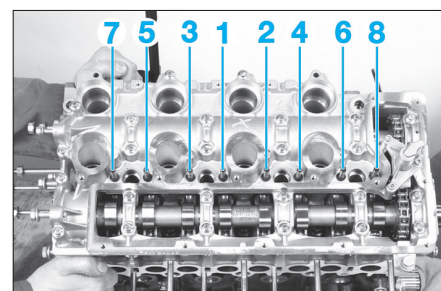

Fig. 59
- Poser les colonnettes de fixation des injecteurs et les serrer dans l'ordre indiqué (Fig.59).